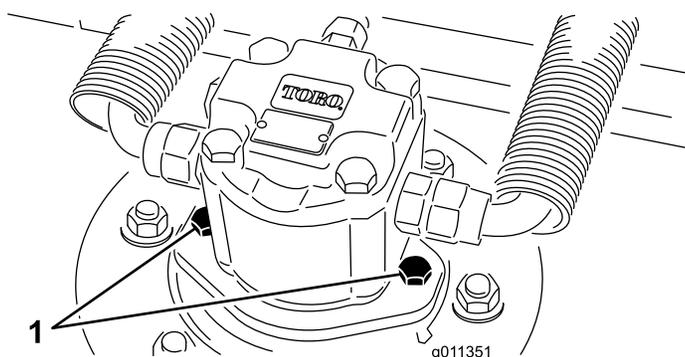

Рисунок 84
2. Отсоедините и снимите гидромотор с деки (Рисунок 84). Накройте верхнюю часть шпинделя для предотвращения загрязнения.
4. Установите гидроцилиндр на деку (Рисунок 84). Убедитесь, что уплотнительное кольцо находится в штатном положении и не повреждено.